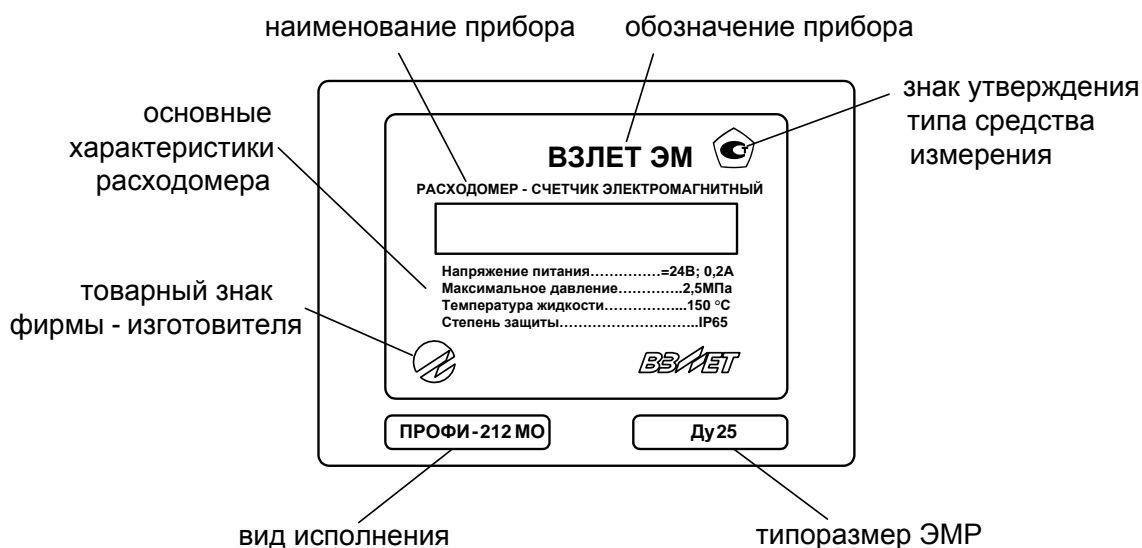

Рис. 4. Вид маркировки расходомера.
1.6.1. На передней панели блока измерения ЭМР указываются (рис.4):